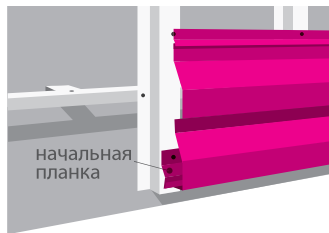

Рис. 6
▷ Установка доборных элементов – тех, которые необходимо установить до монтажа панелей: сложных углов внешних и внутренних, начальной планки и т.п. (рис. 6, 7).
▷ Установка панелей сайдинга/профнастила. Монтаж сайдинга начинается от нижней точки монтажа вверх, GL корабельная доска – от начальной планки (рис. 6), GL M2 (вертикально) – упирая нижний край в отмокту или цоколь, стыкуя панели в месте замка (рис. 8, 9).
рис. 6а
рис. 6б
Длина соединительной трубы (L) определяется при сборке конструкции (рис. 6а). Если $L < 0,5$ м, метровую трубу Grand Line® можно разрезать и использовать для двух стояков. Если вы используете соединительную трубу для одного стояка, обжим сверху (10 см) необходимо срезать, иначе будет невозможна стыковка с последующими элементами. Внешняя часть желоба не должна выступать за линию продления кровли (рис. 6а). Сама водосточная труба должна быть такой длины, чтобы колено стока находилось на расстоянии около 0,2 м до земли. Внешняя часть желоба не должна выступать за линию ската кровли (рис. 6а).
Выровняйте конструкцию, присоедините водосточную систему к воронке, отрегулируйте и защелкните замки кронштейнов, надев на хомуты специальные фиксаторы (рис. 6б).